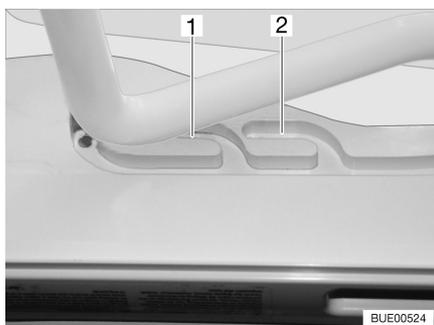

Fig. 22 Claraboya inclinable en posición de ventilación
La claraboya inclinable se puede colocar en dos posiciones de ventilación: Posición de mal tiempo (Fig. 22,1) y posición mediana (Fig. 22,2).
- Presionar el estribo ligeramente hacia arriba y empujarlo en la guía seleccionada (Fig. 22,1 ó 2).